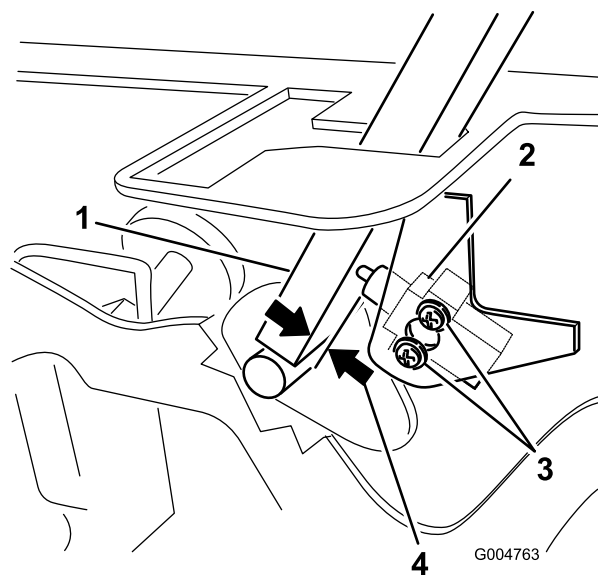

Figura 83
3. Afloje los 2 tornillos que fijan el interruptor de seguridad (Figura 83).
4. Sujetando la palanca de control contra el bastidor, mueva el interruptor hacia la palanca hasta que la distancia entre la palanca y el cuerpo del interruptor sea de 0.4 a 1 mm (de 0.015 a 0.045") como se muestra en Figura 83.